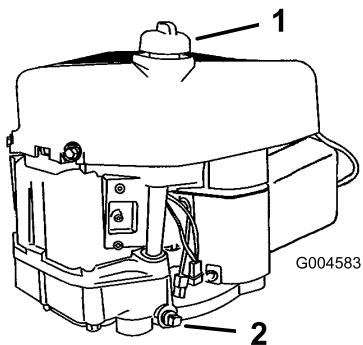

Figura 20
8. Pulite attorno all'asta di livello (Figura 20) in modo che la morchia non possa penetrare nel foro di rifornimento e danneggiare il motore.
11. Versate lentamente circa l'80% della quantità indicata d'olio nel foro di rifornimento (Figura 20). Controllate il livello dell'olio; vedere Controllo del livello dell'olio.